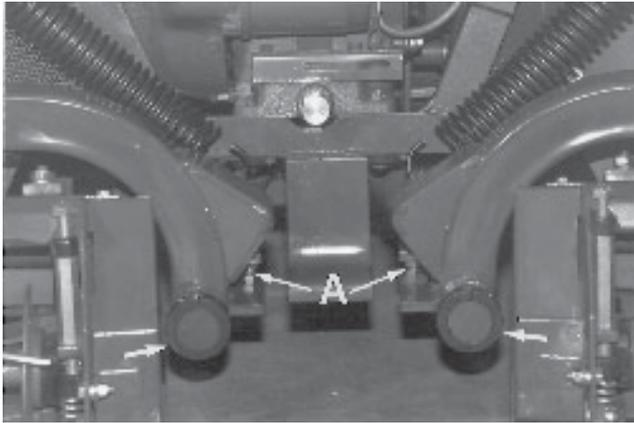

Fig.21
## FRONT CUTTING ARMS & ANGLE OF CUT (Fig.21)
NOTE: This adjustment is for changing the reel cutting angle. See reel section pages 38-40 for changing the height of cut. NOTE GREASE POINTS AT ARROWS ON FIG.21.
## VOORSTE MAAIARMEN EN MAAIHOEK (Afb.21)
**OPMERKING:** Deze afstelling dient om de maaihoek van de rol te wijzigen. Zie rol hoofdstuk pagina 38-40 voor het wijzigen van de maaihoogte. **LET OP DE SMEERPUNTEN BIJ DE PIJLTJES OP AFB.21.**
## BRAS DE COUPE AVANT & ANGLE DE COUPE (Fig. 21)
**REMARQUE:** Ce réglage modifie l'angle de coupe des cylindres. Voir la rubrique cylindre des pages 38 à 40 pour modifier la hauteur de coupe. **REMARQUEZ LES POINTS DE GRAISSAGE INDIQUES PAR LES FLECHES, FIG.21.**